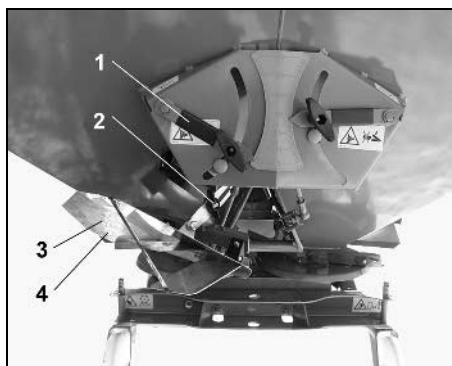
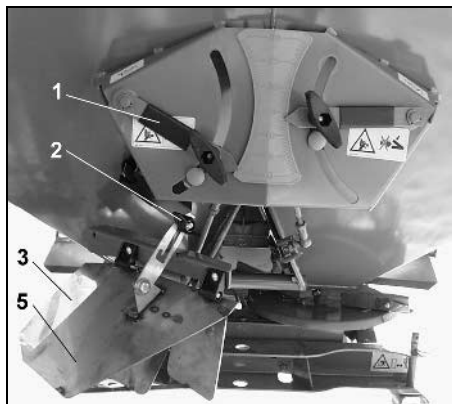

Fig. 49
Fig. 50
- Stäng vänster spjäll (Fig. 49/1).
- Lossa vingmuttern (Fig. 49/2).
- Gränsspridningsskärmen (Fig. 49/3) fälls ned från sin förvaringsposition (Fig. 49/4) till arbetsläge (Fig. 50/5).
- Lås fast gränsspridningsskärmen genom att dra åt vingmuttern (Fig. 49/2).